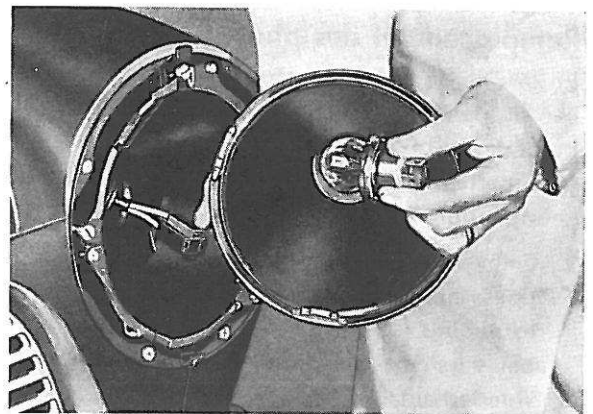

Figure 84. Mise en place de l'ampoule (codes asymétriques)
5. Sur les phares à codes asymétriques, l'ampoule est fixée directement sur le réflecteur comme le montre la figure 84. Sur les phares à codes symétriques, l'ampoule est montée sur un porte-lampe qui est fixé dans le réflecteur, voir paragraphe 4.